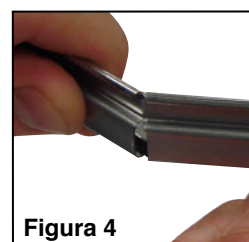

Figura 4
3. Tome la barra de ambos lados de esta muesca y dóblela en dirección opuesta a la muesca. A medida que esta muesca se abra, la barra se quebrará a lo largo de la línea marcada. (Figura 4)